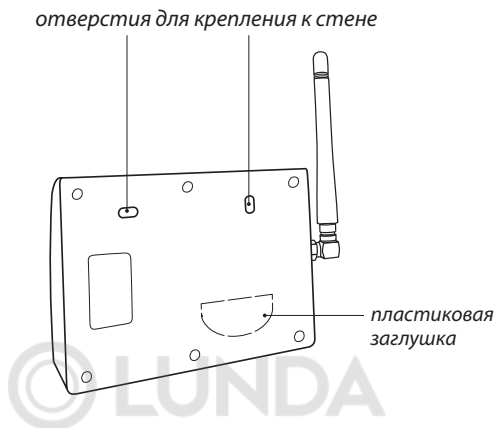

Рис. 7. Вид модуля управления Neptune ProW+ WiFi сзади
2. Закрепите заднюю стенку прибора на ровной поверхности, например на стене, при помощи двух саморезов 3,0×25 мм (рис. 7).